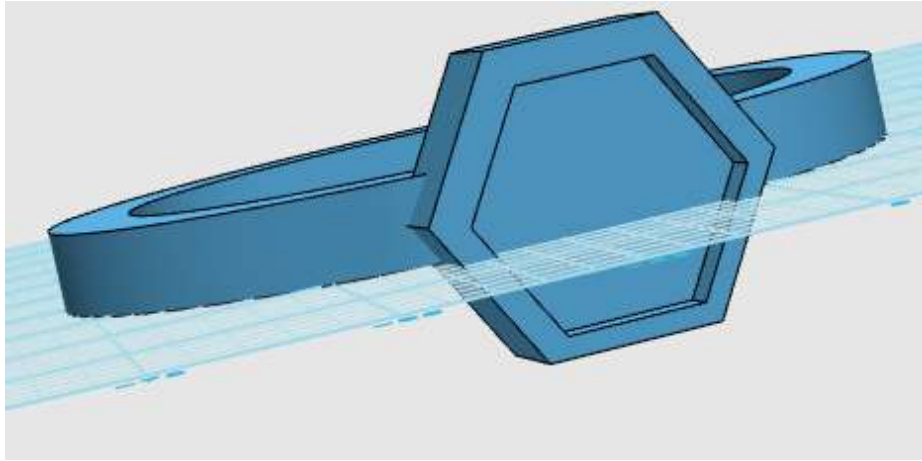

图 1-12
Step 12 点击确定，模型合并完毕，如下图 1-12 所示：